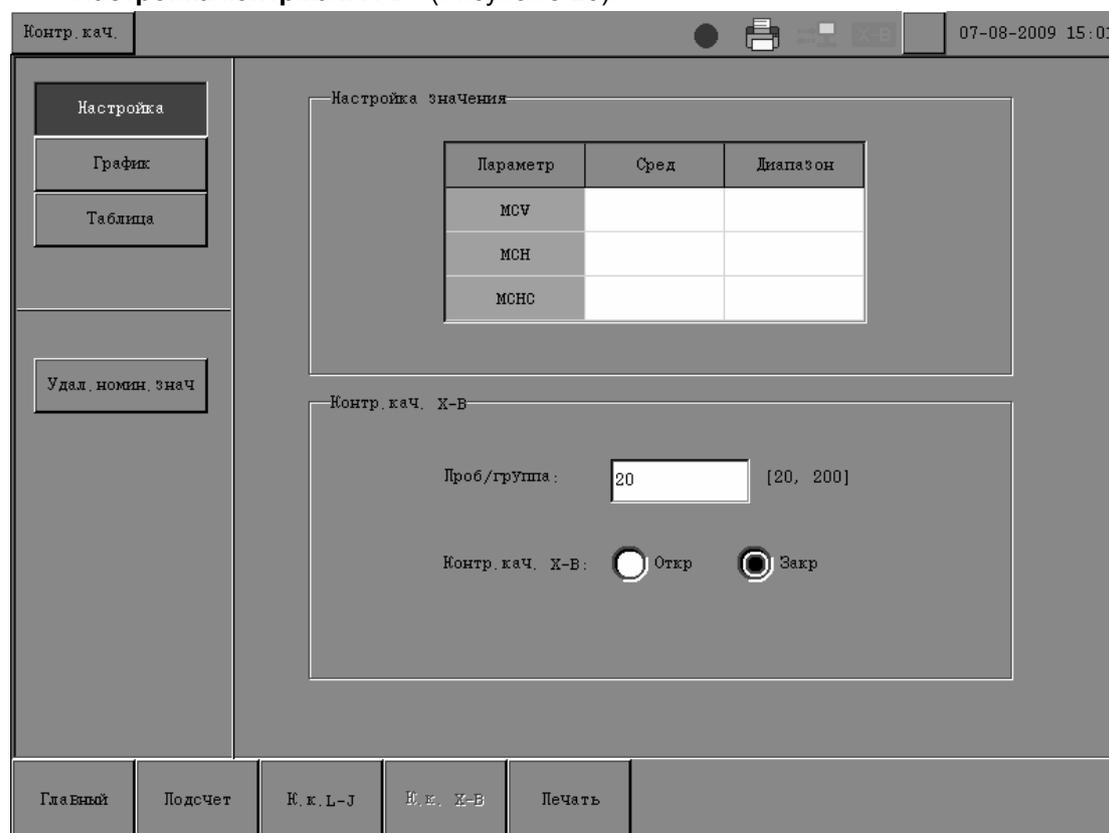

Рисунок 8-20 Экран «Настройка контр.кач. X-B»
1. На экране «Главный» **НАЖМИТЕ** значок «Контр.кач.», чтобы открыть экран «График контр.кач. L-J». **НАЖМИТЕ** кнопку «К.к. X-B», чтобы открыть экран «Настройка контр.кач. X-B» (Рисунок 8-20).